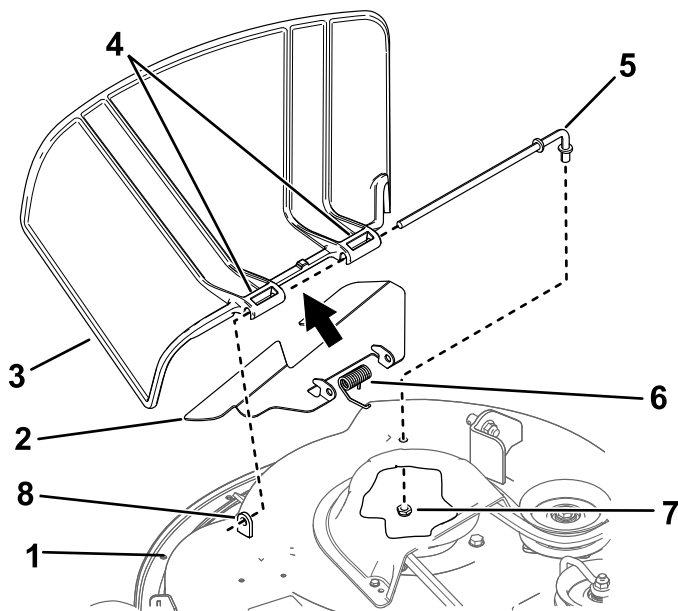

Figure 75
1. Retirez l'écrou ($\frac{3}{8}$ ") de la tige, sous le plateau de coupe (Figure 75).
2. Sortez la tige de la courte cheville de positionnement, du ressort et du pivot du déflecteur d'herbe (Figure 75).
4. Montez le nouveau déflecteur d'herbe (Figure 75).
7. Insérez la tige dans le second pivot du déflecteur d'herbe (Figure 75).
9. Fixez l'extrémité arrière de la tige dans le plateau de coupe à l'aide d'un écrou ($\frac{3}{8}$ "), comme montré à la Figure 75.